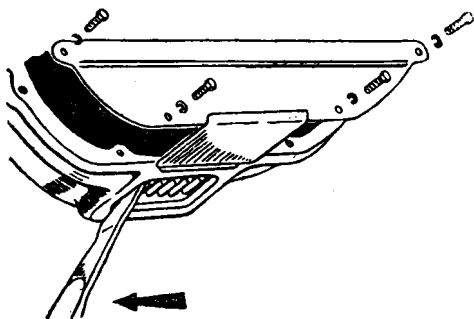

Рис. 35. Поворачивание коленчатого вала двигателя.
5. Зазор между контактами прерывателя проверяйте, когда контакты максимально разомкнуты, проворачивая, если необходимо коленчатый вал двигателя. Поскольку автомобиль ГАЗ-23 не имеет пусковой рукоятки (а в облицовке радиатора не имеется для нее отверстия), то проворачивайте коленчатый вал большой отверткой за зубцы венца гидротрансформатора, открыв люк в нижней передней части его картера, привернутой четырьмя болтами (рис. 35).